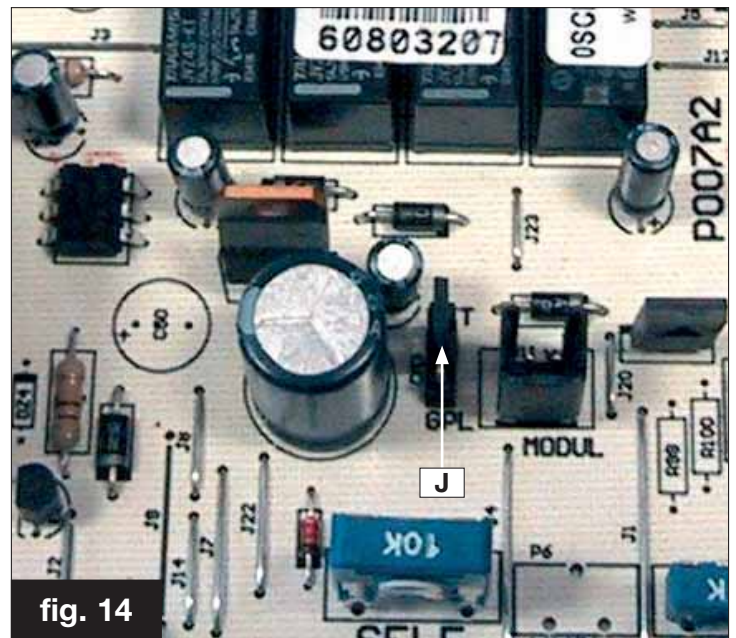

fig. 14
- sulla scheda elettronica spostare il jumper J MET-GPL in posizione GPL (vedi fig. 14).
- scollegare elettricamente la bobina del modulatore M (fig. 14);